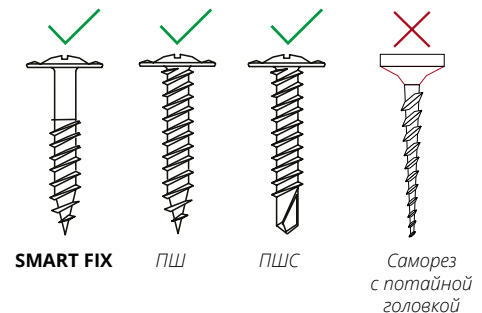

Рисунок 1
- для деревянной обрешетки рекомендуется использовать саморезы Smart Fix 4.2x25 (№1, рис.1). Допускается использование саморезов ПШ (№2, рис.1).
Запрещено использовать саморезы с потайной головкой (рис. 1).